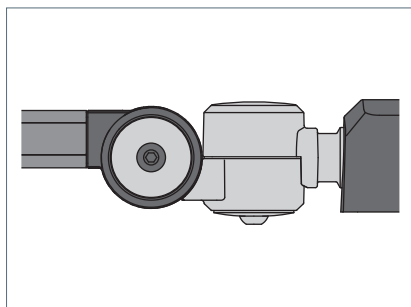

Fig. 4: Giunto e vite del giunto.
- ▶ Stringere tutte le viti del giunto finché l'apparecchio d'illuminazione non rimane bloccato nella posizione desiderata, vedi Fig. 4.